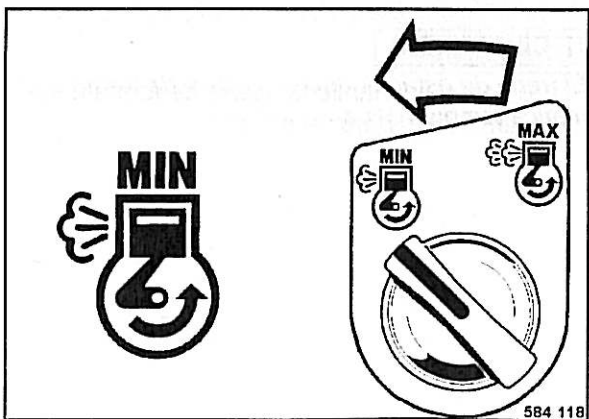

Fig. 49
- Colocar el interruptor giratorio (Fig. 49) a posición „Min“ (marcha en vacío).